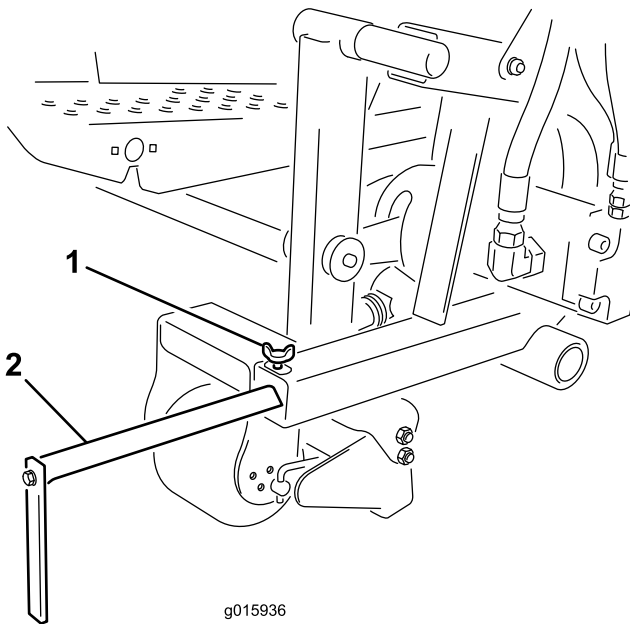

Figure 18
Desserrez la vis de réglage et amenez le guide d'alignement à la position voulue (Figure 18).
1. Desserrez la vis et déplacez le guide d'alignement en avant ou en arrière à la position voulue (Figure 18).